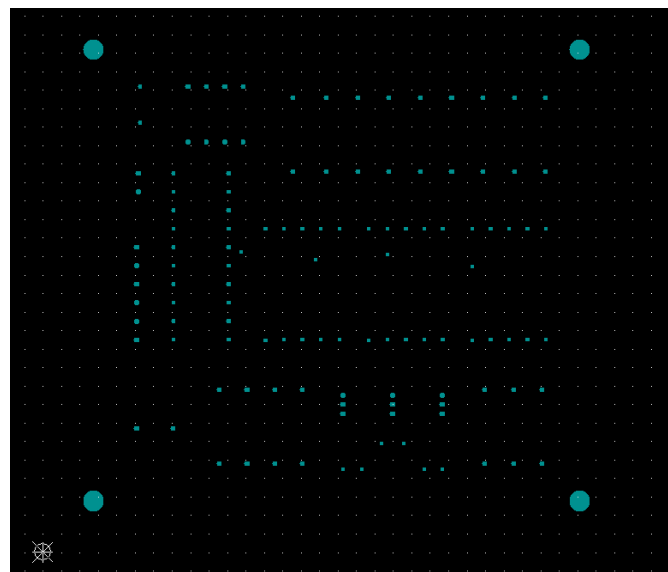

图12-17 输出界面
9.弹出“**NC Drill Setup**”对话框,用户可以选择输出的单位是英寸还是米制,而在格式就有**2: 3**, **2: 4**, **2: 5**三种,这三种选择同样对应了不同的**PCB**生产精度,一般普通的用户可以选择**2: 4**,当然有的设计对尺寸要求高些,用户也可以选**2: 5**。但是还有一个很关键的就是:对于此处的单位和格式的选择必须和在产生**Gerber**的选择一致,否则厂家生产的时候叠层会出问题。而其他默认设置点**OK**,然后在弹出的对话框点击**OK**按钮,确认后就出现了**CAM**的输出界面(图12-17所示)。
此时产生好了钻空文件,如图12-17所示。